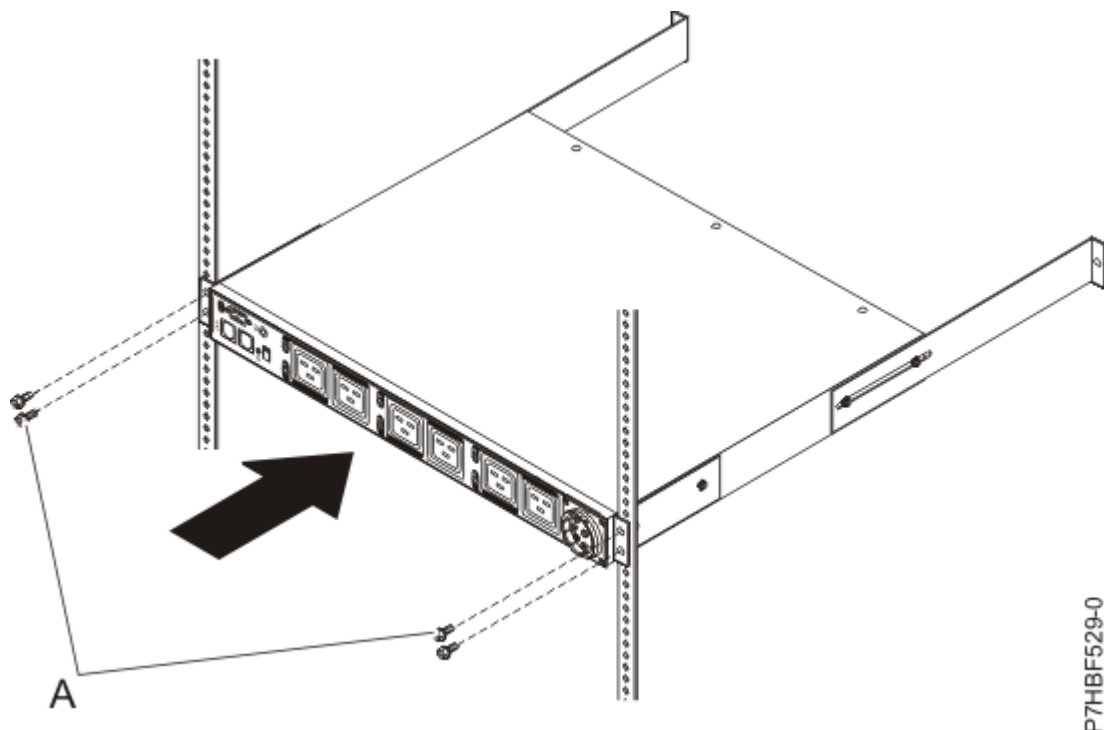

Figura 44. Fixació de la part frontal de la PDU+ o de la Intelligent Switched PDU al bastidor
13. Fixeu les peces de subjecció llargues i el panell de reblliment buit (A) a l'armari bastidor seguint aquests passos:
- c. Traieu els dos cargols M6 (A) si es fan servir femelles engabiades, o els cargols M5 que fixen la PDU, PDU+ o la Intelligent Switched PDU a les vores del bastidor.
- h. L'extrem del model de PDU, PDU+ o de la Intelligent Switched PDU amb les peces de subjecció de muntatge curtes s'ha d'alinear amb la part exterior de les vores del bastidor. Assegureu-vos que les guies quedin ben alineades amb les vores del bastidor de la part frontal. Si no és així, marqueu i torneu a ajustar la longitud de les guies de muntatge traient la PDU, PDU+ o la Intelligent Switched PDU i repetint els passos “13.b” a la pàgina 63 a “13.g” a la pàgina 63. Utilitzeu dos cargols M6 (A) si es fan servir femelles engabiades o cargols M5 si es fan servir clips de femella per cada peça de subjecció per fixar les peces de subjecció als clips de femella o a les femelles engabiades de les vores del bastidor de la part posterior.
- j. Alineu el panell de rebliment buit **(A)** a la part exterior de les vores del bastidor, tal com es mostra a la Figura 44 a la pàgina 63.